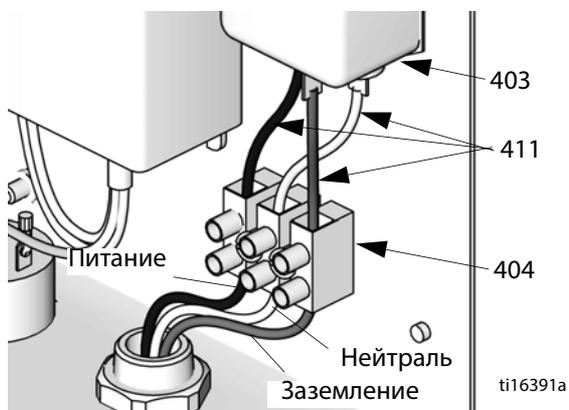

Рис. 5. Электрические подключения с помощью клеммной колодки
10. Подсоедините провода блока питания (411/PS) к выключателю (402), как показано на рисунке. См. также электрическую схему. Подсоедините провод заземления PS к клемме заземления (Т) усовершенствованного модуля управления подачей жидкости.
11. См. Рис. 5. Подсоедините провода (411) к сетевому фильтру (403) и клеммной колодке (404), как показано на рисунке. См. также электрическую схему.